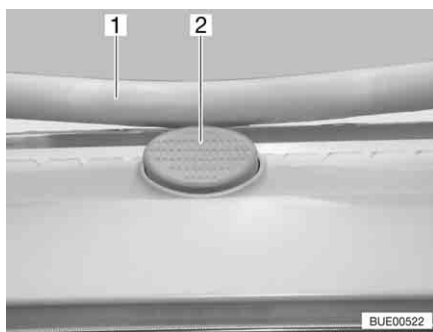

Fig. 66 Bouton de sûreté sur le lanterneau Heki
- Appuyer sur le bouton de sécurité (Fig. 66,2) et tirer l'étrier (Fig. 66,1) vers le bas avec les deux mains.
- Pousser l'étrier vers le haut avec les deux mains jusqu'à ce que ce dernier se trouve au-dessus du bouton de sûreté (Fig. 66,2).